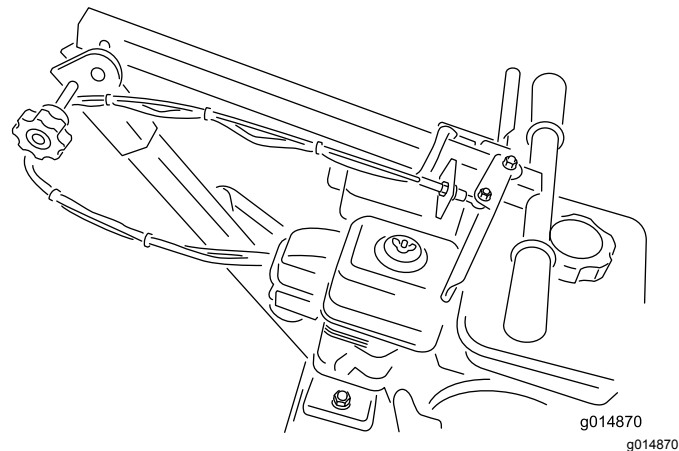

Figura 5
2. Pliegue el manillar hacia la máquina y vuelva a enroscar el pomo en el manillar (Figura 5).